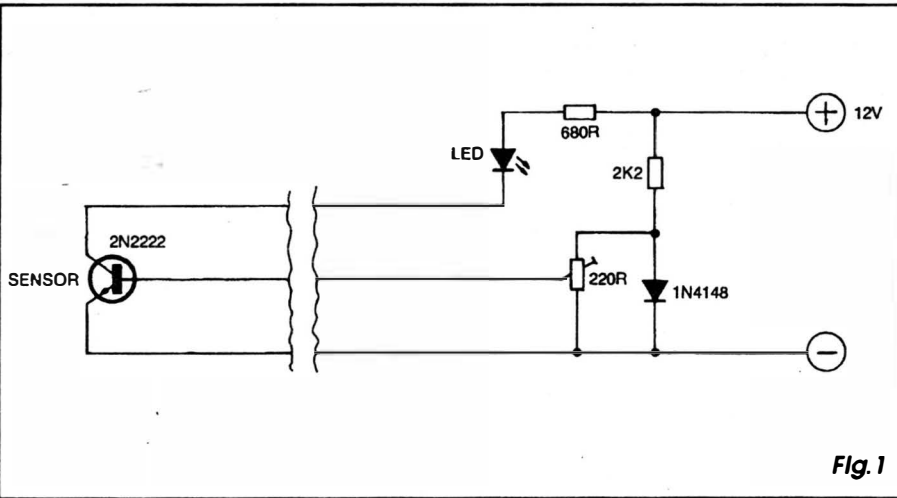

Fig.1
- **FIG. 1 - DIAGRAMA ESQUEMÁTICO DO CIRCUITO** - De vez em quando falamos aqui em circuitos com "meia dúzia" de componentes, obviamente num sentido figurado, querendo significar "circuito com pouquíssimas peças"... O **BIT**, entretanto, tem *mesmo* meia dúzia de peças, baratas, comuns, encontráveis em qualquer lojinha de bairro, ou fornecedor estabelecido nas cidades menores...! Um transistor (de corpo metálico...) 2N2222 é utilizado como sensor e, ao mesmo tempo, como controlador direto da corrente fornecida ao LED indicador... Ligado ao coração do circuito através de um cabinho trifilar, o dito transistor tem sua tensão entre **base** e **emissor** comparada (via ajuste proporcionado pelo trim-pot de 220R...) com um nível estável de referência, *puxado* da junção entre o diodo 1N4148 e o resistor de 2K2... O LED indicador, acoplado diretamente ao **coletor** do transistor, tem sua corrente máxima limitada via resistor de 680R... Com tal estrutura, simples - porém efetiva - enquanto não for atingida a temperatura pré-ajustada, o transistor permanece cortado, com o LED mantendo-se apagado... Por um fator de aproximadamente 2 milivolts por grau, a tensão **base/emissor** do 2N2222 varia, sob influência da temperatura imposta ao dito componente/sensor... Atingido um nível que ultrapasse (em sentido descendente...)